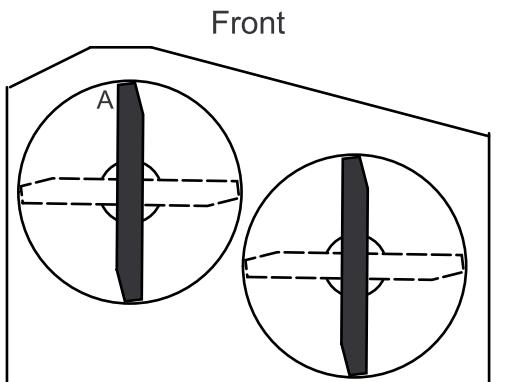

Figura 76
3. Con la máquina ubicada en una superficie nivelada, coloque una cuchilla en posición longitudinal. Mida en la posición A desde una superficie nivelada hasta el filo de corte de los extremos de la cuchilla (Figura 75). Para las plataformas de cortacésped de 36 pulgadas, consulte la Figura 76.